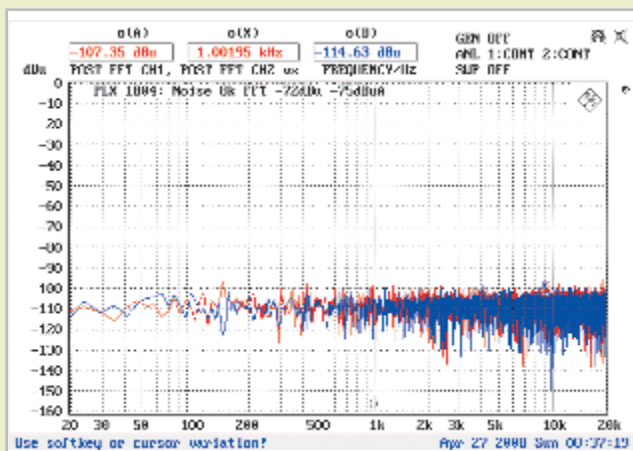

Abb.1: Störspektrum am Ausgang (CH1, CH2) -72 dBu, -75 dBu(A)
hungen im Audiofrequenzbereich von 20 Hz bis 20 kHz gibt es daher auch nicht. Der Störpegel am Ausgang beläuft sich auf -72 dBu bzw. -75 dBu(A) mit einem völlig gleich verteilten weißen Rauschen im Spektrum aus Abbildung 1. In Relation zur maximalen Ausgangsspannung ergibt sich daraus eine ganz hervorragende Dynamik von 112 dB bei linearer Bewertung. Da das Störpektrum (Abbildung 1) zudem völlig frei von monofrequenten Anteilen ist, kann die Endstufe auch ohne Probleme in sensiblen Bereichen eingesetzt werden. Eine typische Anwendung, auch in Anbetracht der Leistungsklasse, wäre z. B. die Ansteuerung der Hochtonhörner in aktiven Systemen. Andere periphere Werte (siehe Tabelle in der Übersicht) wie das Übersprechen zwischen den Kanälen und die Gleichtaktunterdrückung fallen ebenfalls gut aus. Der Dämpfungsfaktor bezogen auf eine 4-Ohm-Last liegt bei ca. 70, was ohnehin primär durch den Lautsprecheranschluss, also durch die Speakon-Buchse, bestimmt wird. Richtig gut wird die kleine QSC-Endstufe, wenn es um die Verzerrungswerte geht. Für